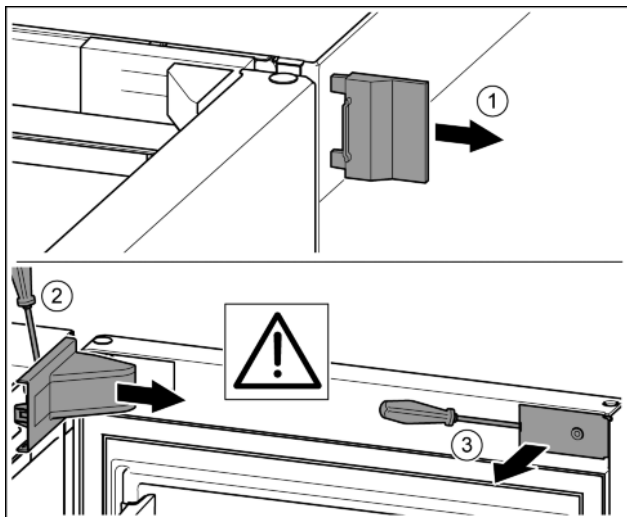

Fig. 7
- Retirer le cache extérieur. Fig. 7 (1)
- Débloquer le cache du support de palier à l'aide d'un tournevis et le libérer. Retirer le cache du support de palier. Fig. 7 (2)
- Dégager le cache avec le tournevis et l'incliner sur le côté. Fig. 7 (3)